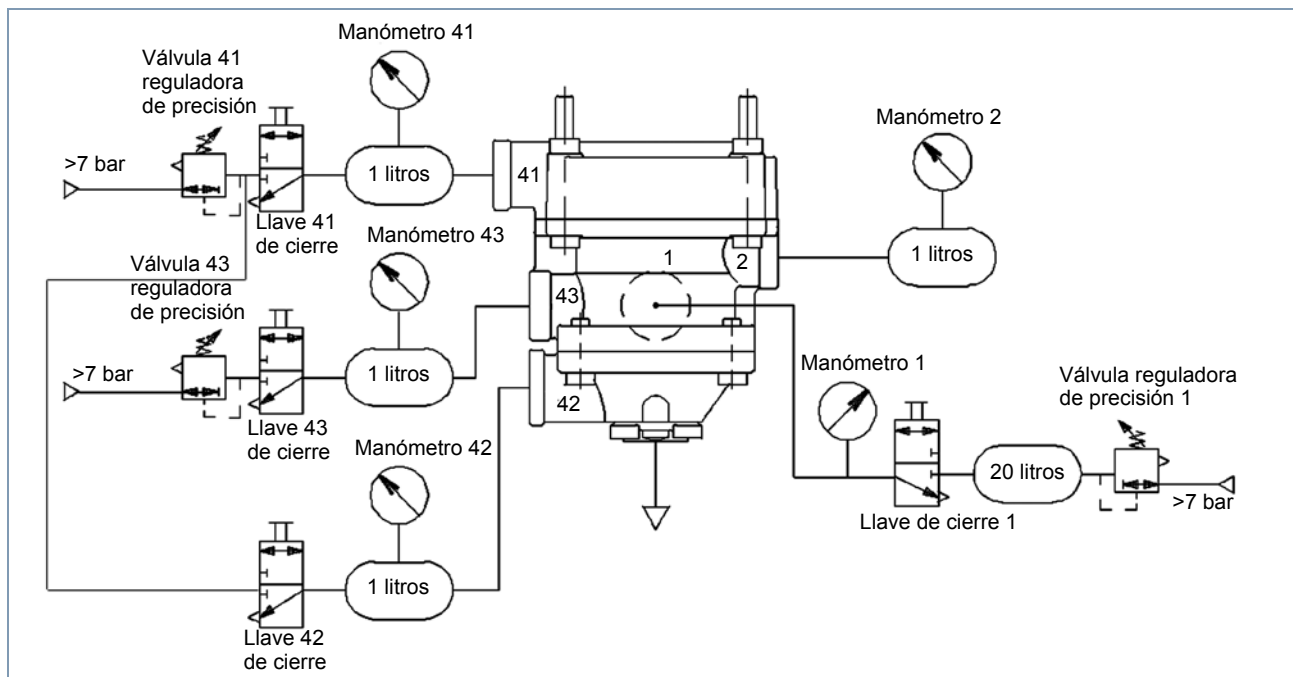

Fig. 3 Esquema de comprobación
- Banco de pruebas 435 197 000 0 o un dispositivo de prueba adecuado (véase fig. 3)
i Si no se dispone del banco de pruebas 435 197 000 0, debe comprobarse el componente de acuerdo al esquema siguiente (véase fig. 3).